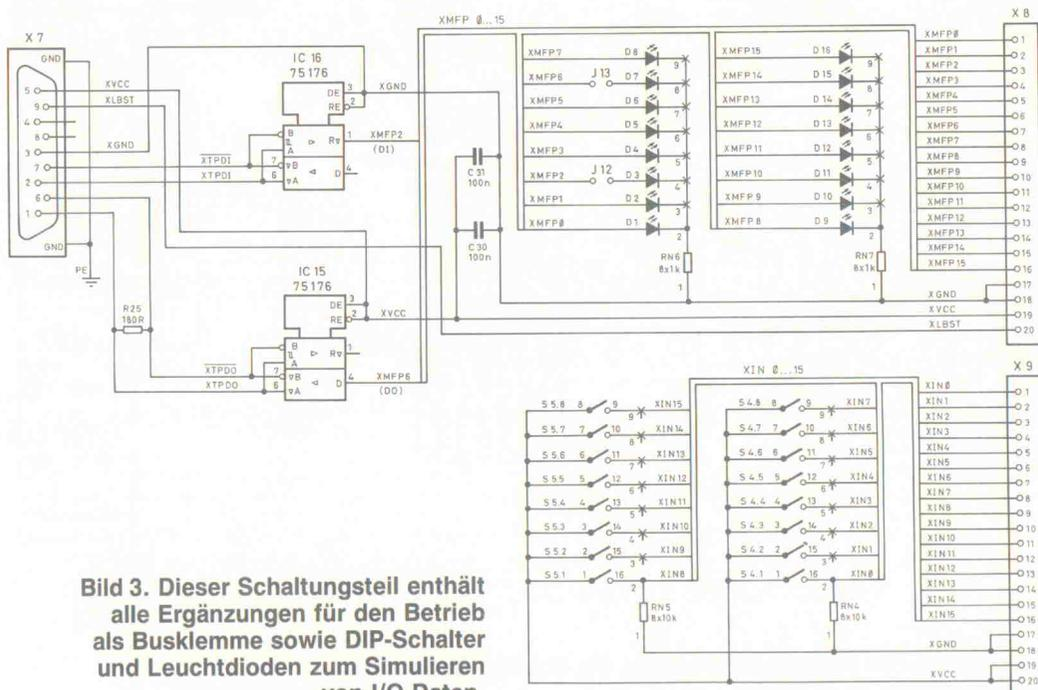

Bild 3. Dieser Schaltungsteil enthält alle Ergänzungen für den Betrieb als Busklemme sowie DIP-Schalter und Leuchtdioden zum Simulieren von I/O-Daten.
Die dritte Schaltungsvariante ermöglicht den Aufbau einer InterBus-S-Busklemme. Dabei wird die abzweigende dritte Fernbuschnittstelle mit Hilfe einiger MF-Pins und des Signals LBST (Funktion wie RBST) realisiert (Bild 3). Damit die Schirmung des abzweigenden Fernbuskabels zumindest einseitig auf einem festen Potential liegt, ist sie am Busklemmenstecker direkt mit der Schutzterde (PE) verbunden.